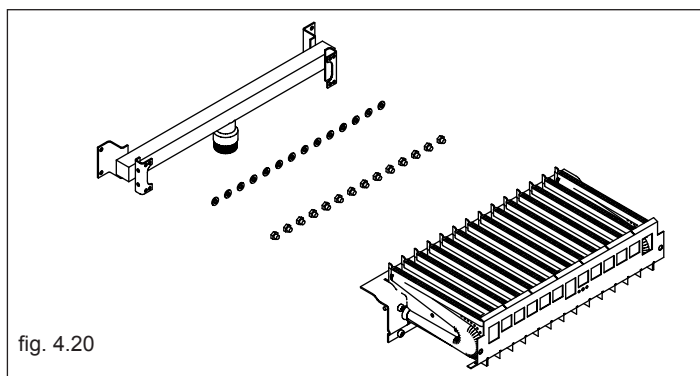

fig. 4.20
- utilizzando una chiave a tubo o a forchetta, rimuovere gli ugelli e le ranelle e sostituirli con quelli presenti nel kit (fig. 4.20)